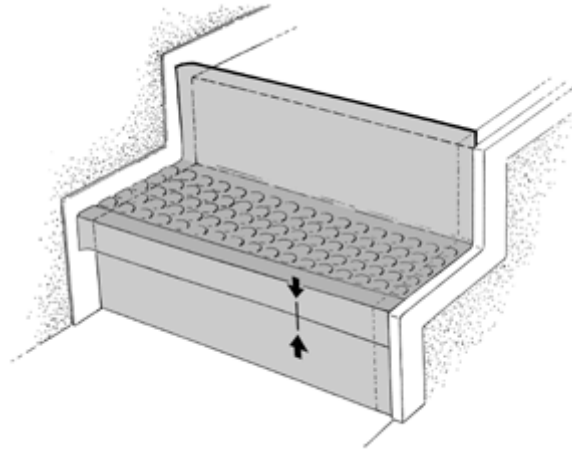

Figure 1
- Aseta esimene astmemoodul trepi välimise serva järgi paika. Tõmba vertikaalne kontrolljoon astme alumisele servale ja eelmise astme varvaslauale. Vaata joonist „figure 1”.